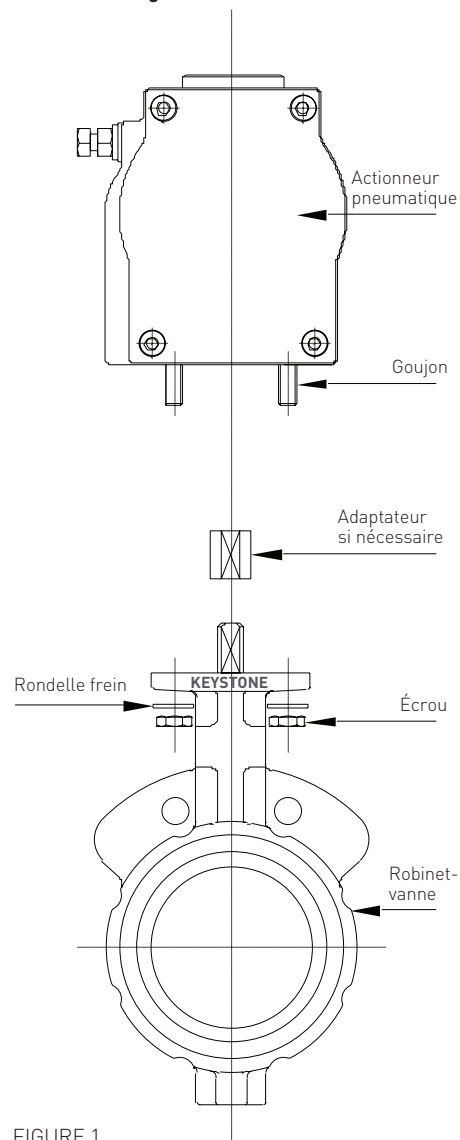

FIGURE 1
- 2b. Visser fermement les goujons de montage de l'actionneur dans la base de l'actionneur et fixer le support de montage sur la partie inférieure de l'actionneur au moyen de quatre écrous et rondelles, comme illustré dans la Figure 1.